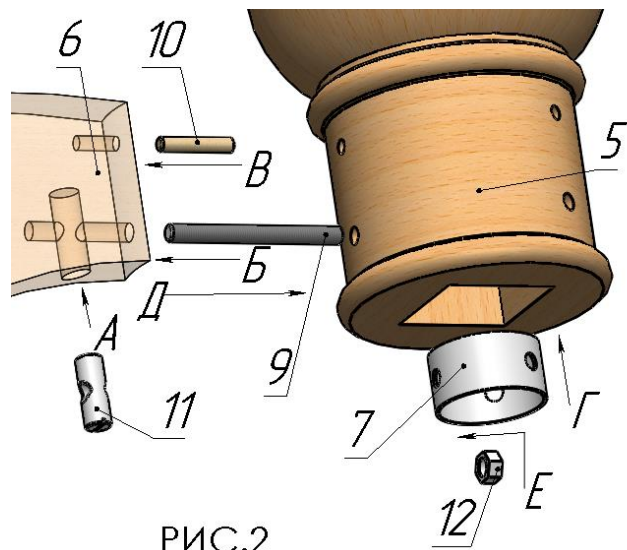

РИС.2
2. Собрать ноги (5) с опорами (6) согласно схеме сборки опор (Рис.2, Рис2.1)